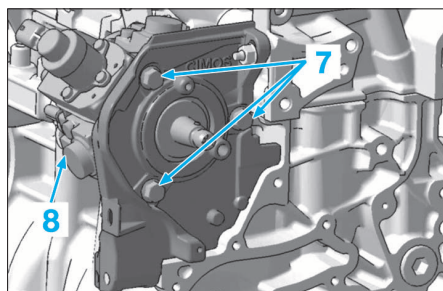

FIG. 50
- Déposer le support arrière (6) de la pompe.
- Déposer les 3 vis (7) (Fig.50).
- Déposer la pompe (8).